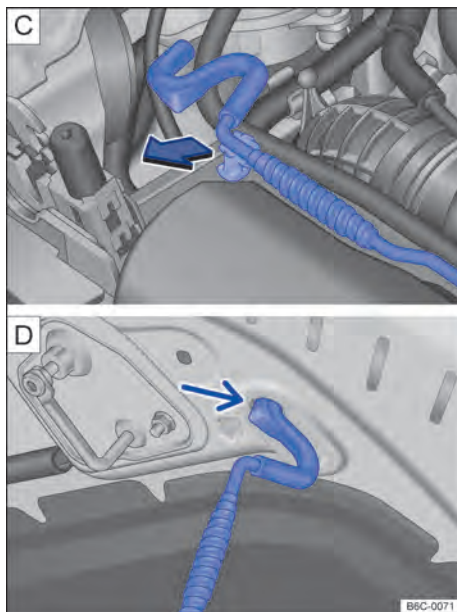

Fig. 149 [C] Varilla de sujeción del capó delantero. [D] Capó delantero apoyado en la varilla de sujeción.
- Retirar la varilla de sujeción del soporte en el sentido de la flecha → fig. 149 [C] y posicionarla en la abertura del capó delantero → fig. 149 [D].
- Retirar la varilla de sujeción del orificio → fig. 149 [D] y encajarla en la pata de apoyo del cierre → fig. 149 [C].